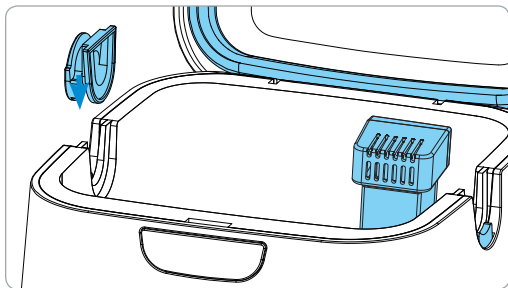

Figure 6. Einstecken des abnehmbaren Schlauchanschlussteckers
2. Stecken Sie den abnehmbaren Schlauchanschlusstecker in eine der offenen Aussparungen (Abbildung 6).
Richten Sie den abnehmbaren Schlauchanschlusstecker so aus, wie in Abbildung 6 dargestellt. Die runde Seite des abnehmbaren Schlauchanschlussteckers befindet sich an der Außenseite des SoClean 2-Geräts.